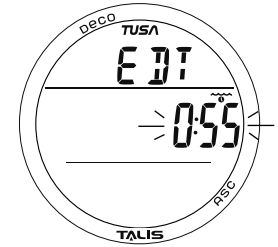

Abb. 33 - FREE-EDT-ALARM EINSTELLEN
**EDT-ALARM EINSTELLEN**, Informationen beinhalten (Abb. 33):